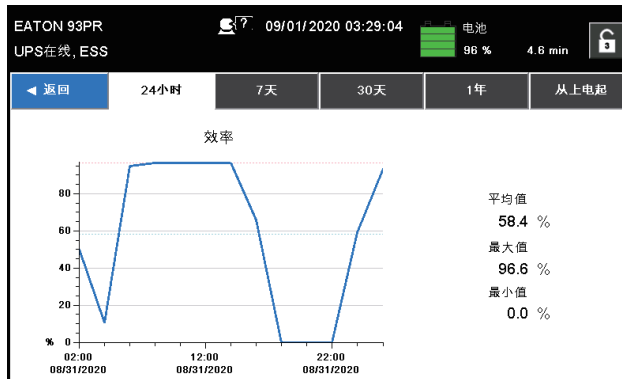
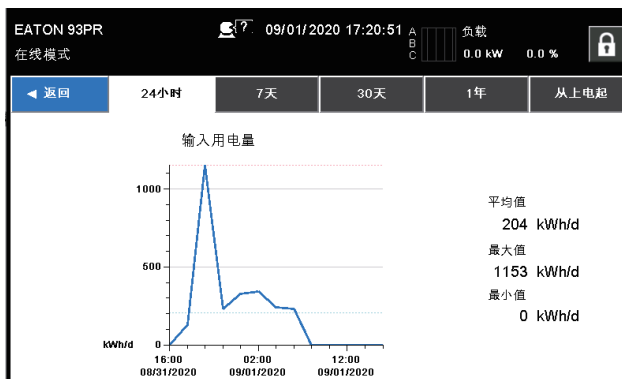

图6-7: 主屏幕中的效率屏幕
图6-8: 主屏幕中输入用电量屏幕
- ③ 请参见图6-7 “主屏幕中的效率屏幕”
- ④ 请参见图6-8 “主屏幕中的输入用电量屏幕”
- ⑤ 表示电流向示意图
- ① 请参见图6-7 “主屏幕中的效率屏幕”      ② 请参见图6-8 “主屏幕中的输入用电量屏幕”